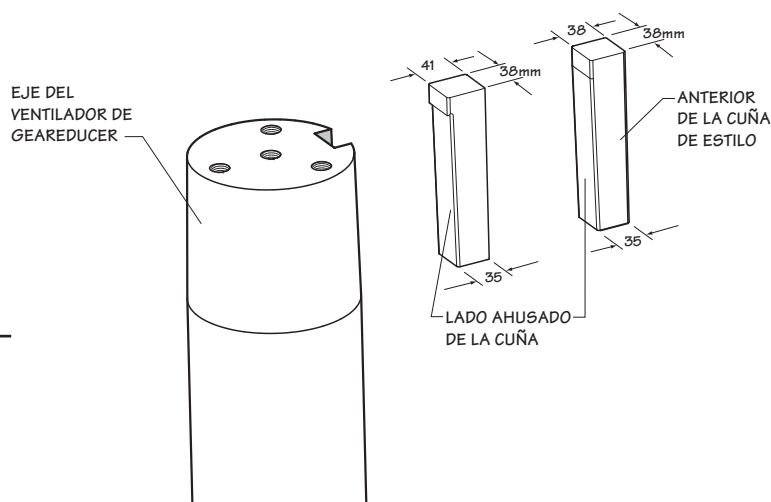

Figura 2 Instalación de la cuña
2. Instale la cuña del eje del ventilador en la ranura del eje del ventilador como se muestra en la Figura 2. La cuña encaja perfectamente en el ancho y nunca se la debe modificar.